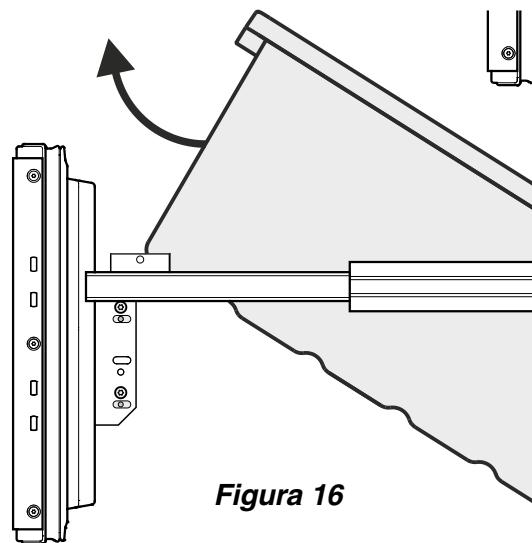

Figura 16
- Incline el recipiente y retírelo - **Figura 16**.